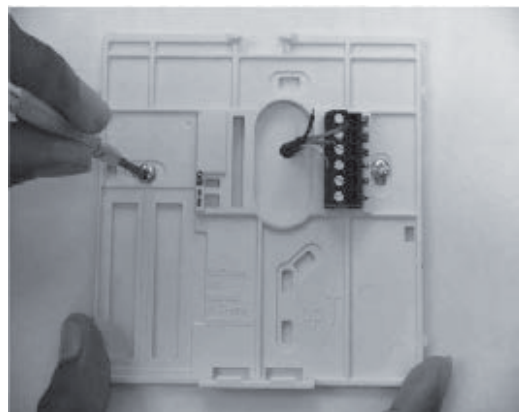

Fig. 1 - Supporto posteriore di fissaggio
4. Fare passare i cavi del NUI attraverso il foro maggiore nel supporto posteriore. Appoggiare il supporto posteriore di fissaggio contro la parete e segnare sul muro due punti in corrispondenza dei due fori di montaggio. Vedi Fig. 1.